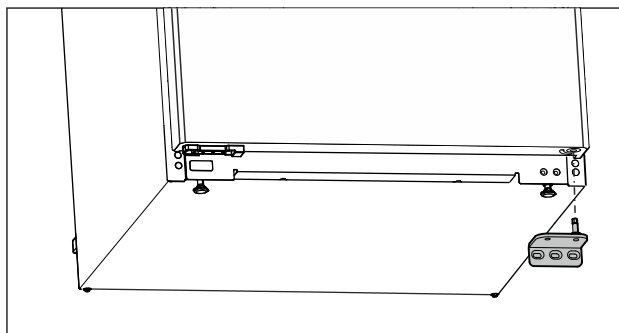

Fig. 11
- ▶ Verwijder de lagersteun naar beneden. (zie Fig. 11)